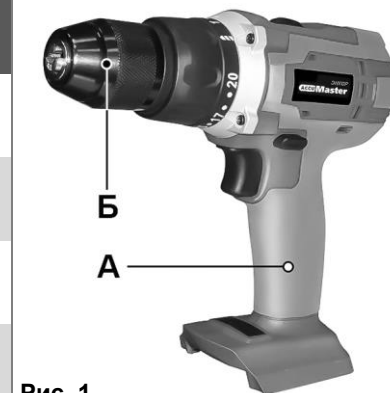

Рис. 1
3.1. Комплектность представлена в Таблице 3 и на Рис. 1.